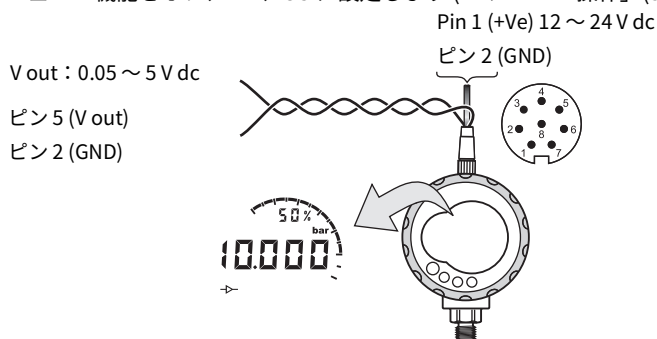

図 3-3: 設定例 - V out
- アクセサリ E - 図 3-3 (16 ページ) および表 2-2 (9 ページ) を参照。